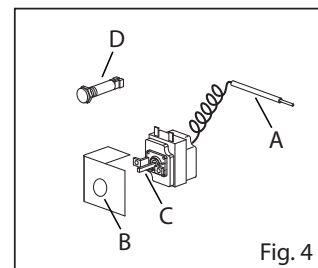

Fig. 4
- Soltar o parafuso da tomada de pressão (Fig. 4);
- Remova o bolbo do depósito (Fig. 4/A)
- Desaparafuse o termostato do suporte (Fig. 4/B) e remova o termostato (Fig. 4/C)
- Monte a nova lâmpada (Fig. 4/D)